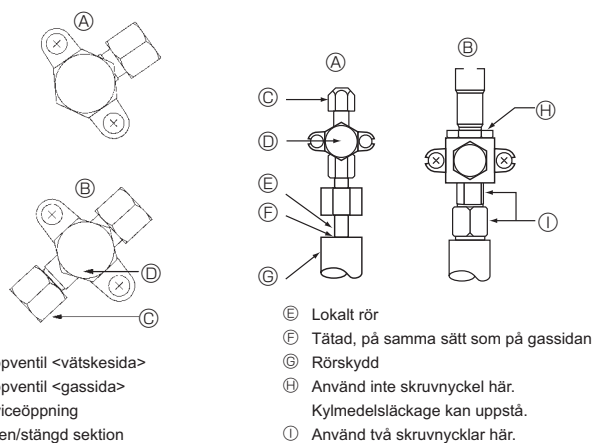

Fig. 4-5
4.4. Provmetod för att kontrollera om köldmedelsrören är lufttäta (Fig. 4-5)
- Om trycket minskar i steg (2) eller (3), finns det en gasläcka. Leta efter orsaken till denna gasläcka.